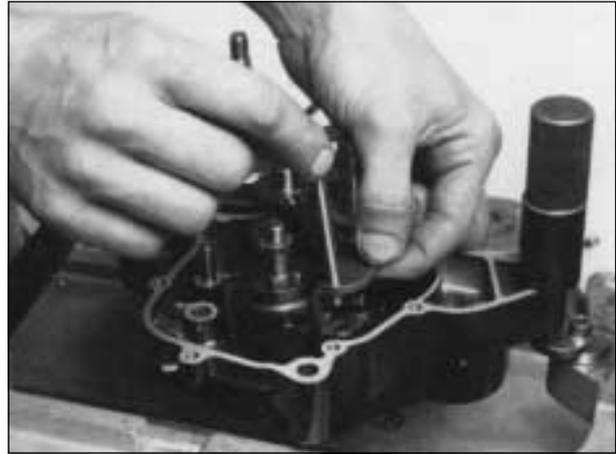

Fig. 24
24) SFILARE l'albero secondario (Fig. 24) unitamente all'albero desmodromico (Fig. 25), alle forcelle sposta-marce (Fig. 26) e le relative rondelle di rasamento inferiori sollevando leggermente l'albero primario.
24) REMOVE the driven shaft (Fig. 24) together with the shift cam (Fig. 25), the shift forks (Fig. 26) and then the lower washers slightly lifting the main shaft.